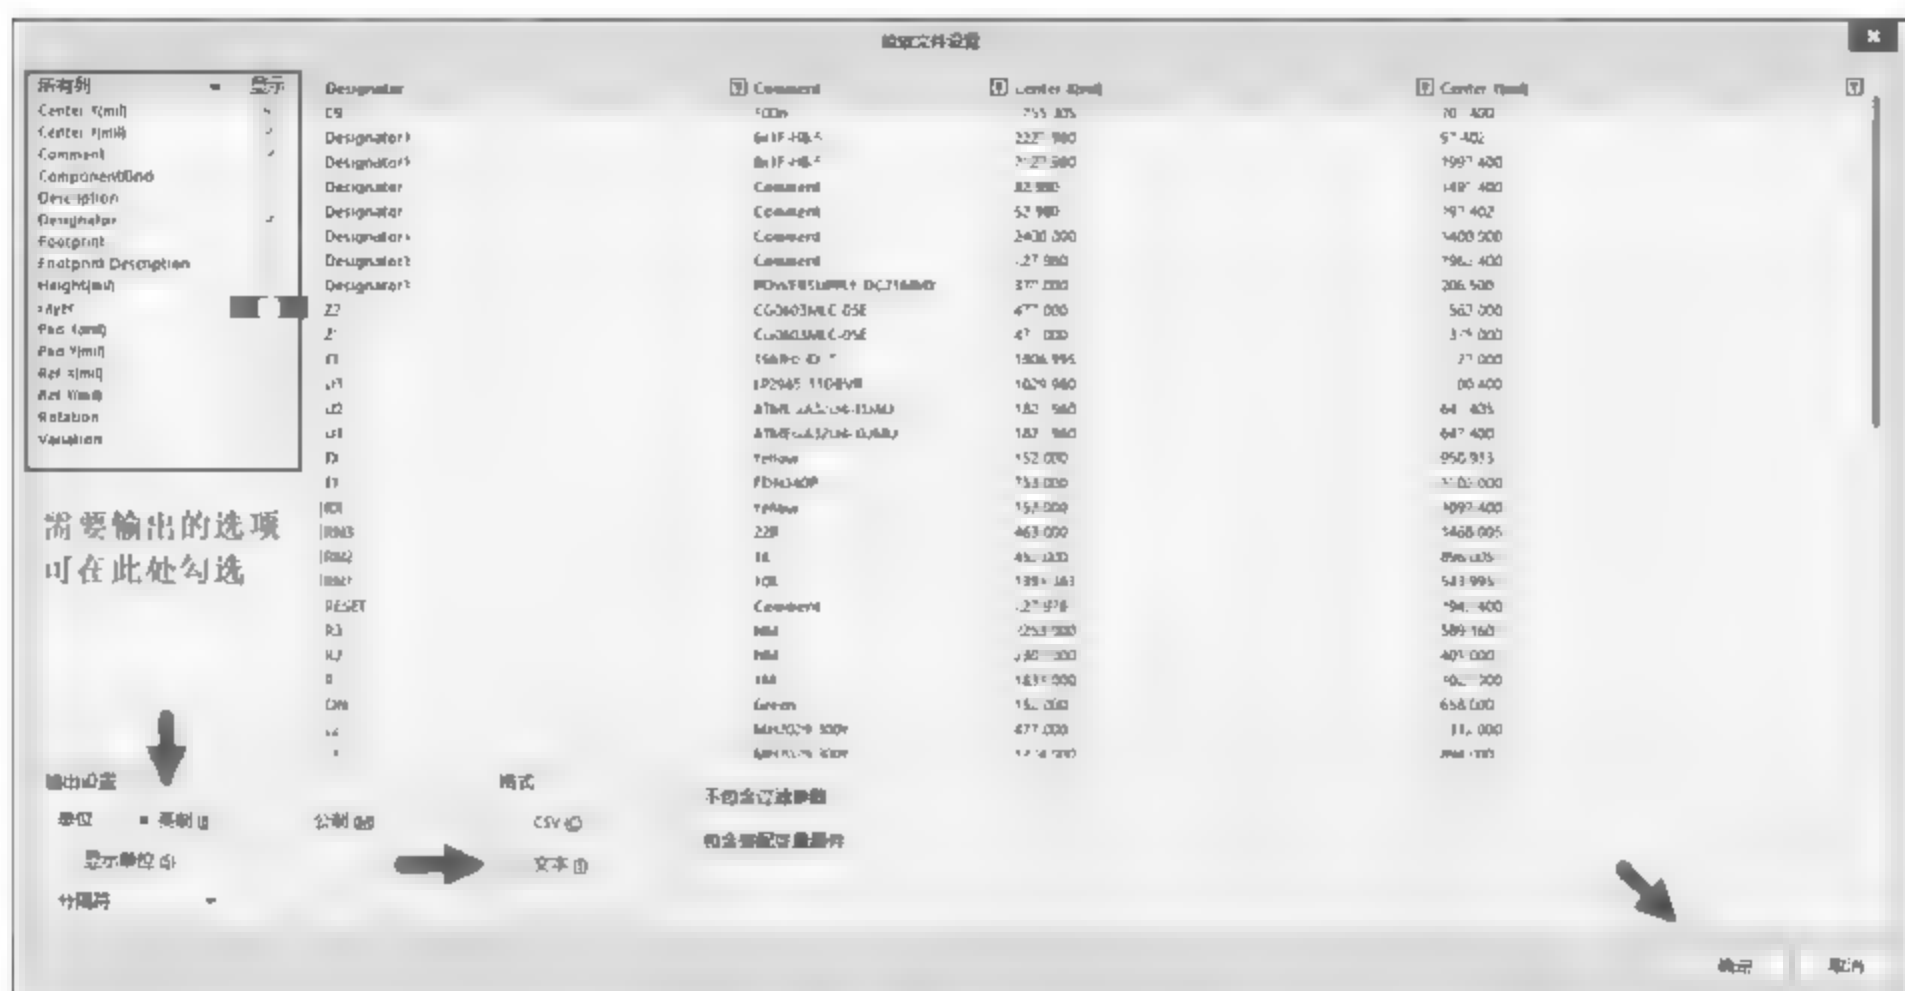

图 6-55 坐标文件输出设置
② 在弹出的对话框中进行相应的设置,如图 6-55 所示。单击“确定”按钮,即可输出坐标文件。